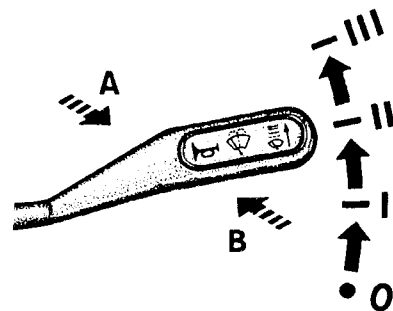

Рис. 5.10. Положения рычага переключателя стеклоочистителя и стеклоомывателя (со звуковым сигналом)
* На части автомобилей звуковой сигнал включается переключателем стеклоочистителя и стеклоомывателя (см. рис. 5.10).
При положении рычага переключателя (рис. 5.10): 0 – стеклоочиститель выключен; I – включена прерывистая работа стеклоочистителя; II – включена малая скорость стеклоочистителя; III – включена большая скорость стеклоочистителя.
Если в переключателе установлен выключатель звукового сигнала (см. рис. 5.10), то для кратковременного включения омывателя и стеклоочистителя рычаг переключателя необходимо перевести из положения 0 от себя (в направлении стрелки «А»), а для вклю-